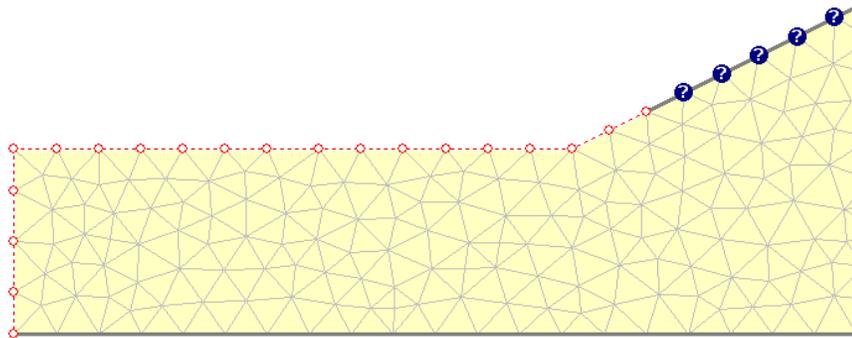

Figura 7-3: Asignando las condiciones de límites (segmentos seleccionados).
5. haga clic en los TRES segmentos del límite externo indicado en la Figura 7-3 (esto es, el margen izquierdo del límite externo, y los dos segmentos en el pie del talud)